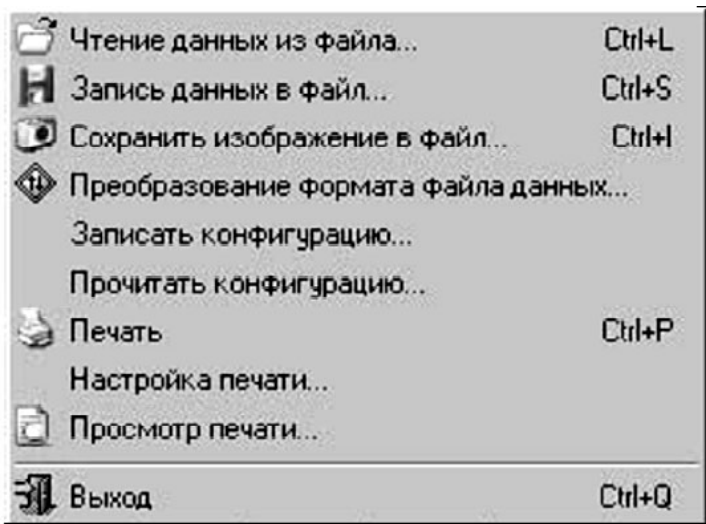

Рисунок 11 - Меню "Файл"
4.3.7 Структура выпадающих **меню главной панели** (см.рисунок 11) дает наиболее полные возможности для управления программой.